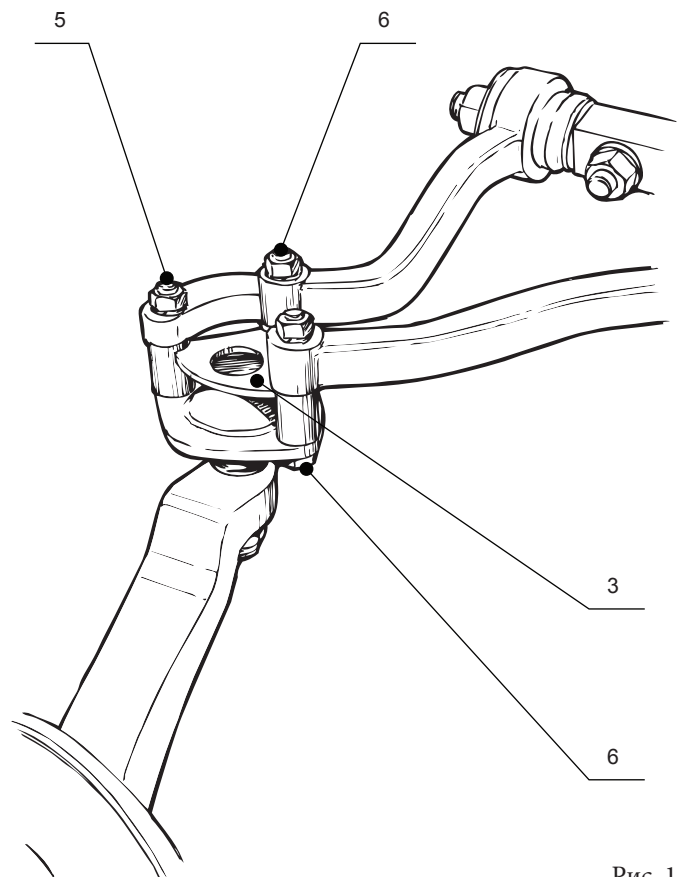

Рис. 1
4. Установить проставку верхнего шарового пальца (см. рис. 1), используя болты М8х60 и М8х65 и штатные гайки и шайбы. Момент затяжки гаек 21...26 Нм.